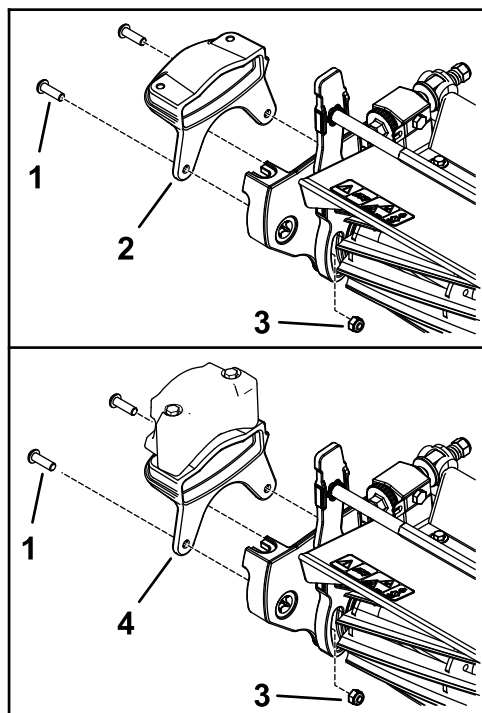

图10
1. 如图10所示用 2 个螺栓5/16 英寸和 2 个螺母5/16 英寸将新配重块固定到滚刀组侧面。